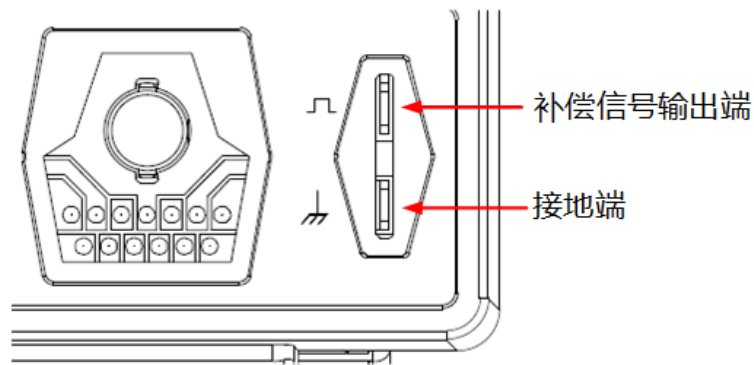

图 4.9 补偿信号
3. 使用探头连接示波器的通道 1 (CH1) 输入端和图 4.9 所示的“补偿信号输出端”。